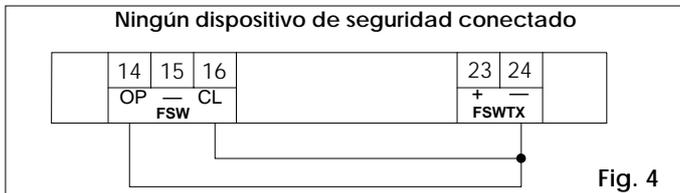

Fig. 4
apertura, puentear las entradas OP y - FSW TX (fig. 4).
N.B. Si no se conecta ningún dispositivo de seguridad de cierre, puentear las entradas **OP y - FSW TX (fig. 4).**